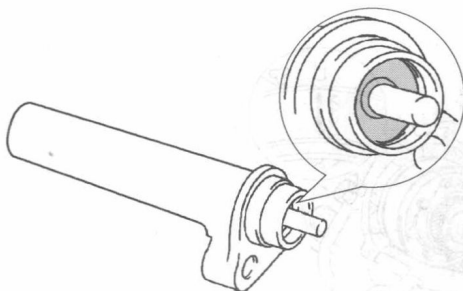
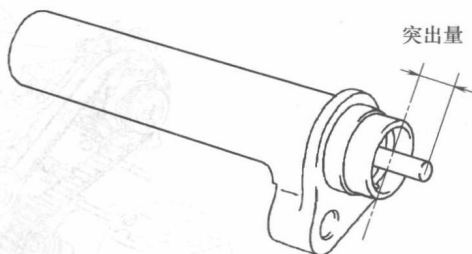

图 1-6 检查张紧器密封面
图 1-7 检查推杆凸出部分
(1) 检查正时皮带
- ① 检查是否正确安装。
- ② 检查正时盖衬垫是否损坏或正确安装。
- ③ 如果皮带齿断裂或损坏，则检查凸轮轴是否锁止。
- ④ 如果皮带表面有明显的磨损或裂纹，则检查惰轮锁止侧和水泵侧是否有裂痕。
- ⑤ 如果只皮带一侧有磨损或损坏，则检查每个皮带轮的皮带导向装置和对准情况。
- ⑥ 如果皮带齿上有明显磨损，则检查正时盖是否损坏，检查并确认衬垫安装正确。检查皮带轮轮齿上是否有异物。如有必要，则更换正时皮带。
(2) 检查正时皮带张紧器总成
- ① 目视检查张紧器的密封部分是否漏油，见图 1-6。
- ② 用双手握住张紧器，并用力推推杆，检查并确认其不移动。切勿握住张紧器推杆使用朝下。如果推杆移动，则更换正时皮带张紧器。
- ③ 从壳端测量推杆的凸出部分，见图 1-7。标准凸出部分高度：9.5~10.5mm。